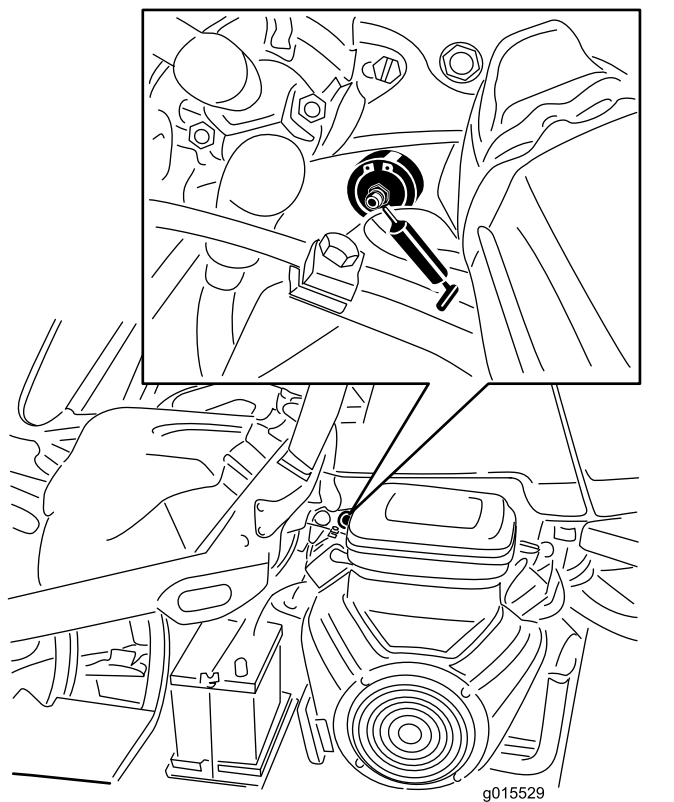

Figure 38
1. Essuyez les graisseurs pour éviter que des impuretés ne pénètrent dans le roulement ou la bague (Figure 38).